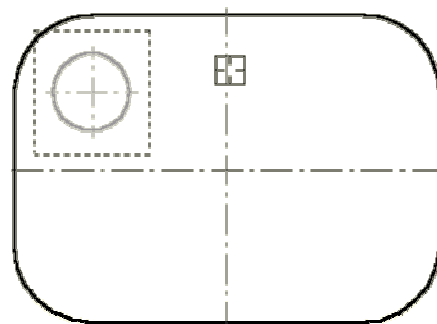

Рис. 1.15.
17. За допомогою команди **Виділити** — **Рамкою** виділіть побудований отвір разом з осями симетрії (рис. 1.15.).